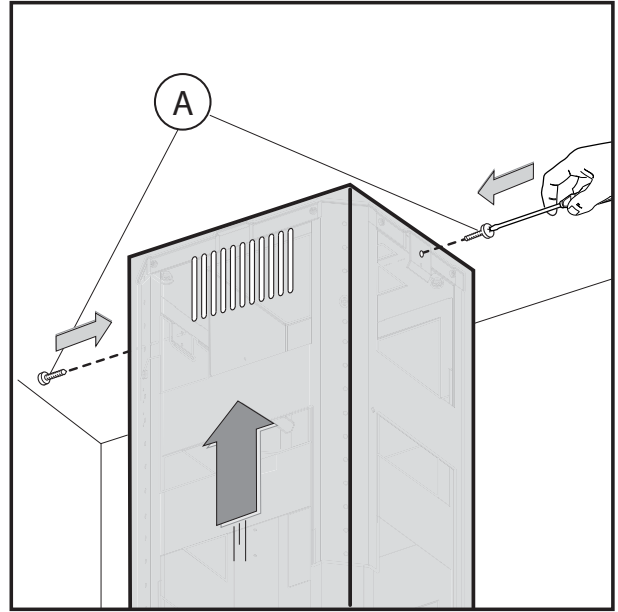

Fig.8
- Tome el conducto de evacuación de humo superior y fíjelo a la estructura con los 2 tornillos **A (Fig.8)**. Acople el conducto de evacuación de humo inferior y fíjelo atentamente con la cinta adhesiva **L (Fig.9A)**.